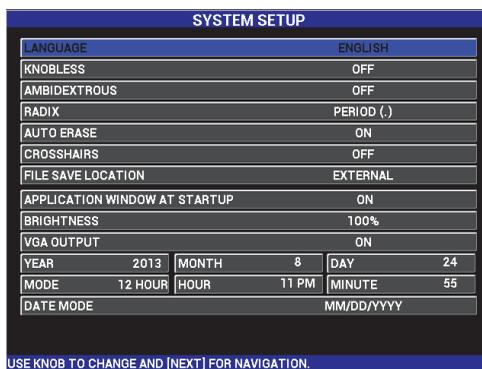

図 3-1 システム設定画面
1. 設定メニューキーを 2 回押し () B キーを押して**システム設定**画面に進みます (69 ページの図 3-1 を参照)。
1. 設定メニューキーを2回押し () B キーを押して**システム設定**画面に進みます (69 ページの図 3-1 を参照)。
1. 設定メニューキーを 2 回押し () B キーを押して**システム設定** 画面に進みます (69 ページの図 3-1 を参照)。
3. **システム設定**画面で (69 ページの図 3-1 を参照)、全画面 /次へキー () を押して目的のパラメーターを強調表示し、ノブでその値を変更します。